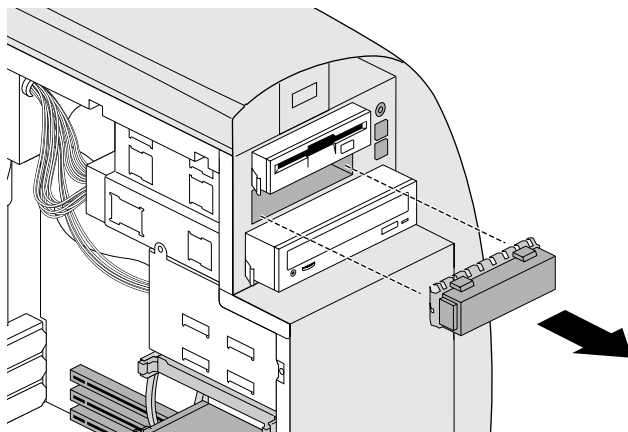

Figura 4-4 Rimozione del frontalino dallo slot di un'unità per supporti rimovibili
7. Se l'apertura del sistema è coperta da un frontalino, rimuovere quest'ultimo come illustrato nella Figura 4-4.